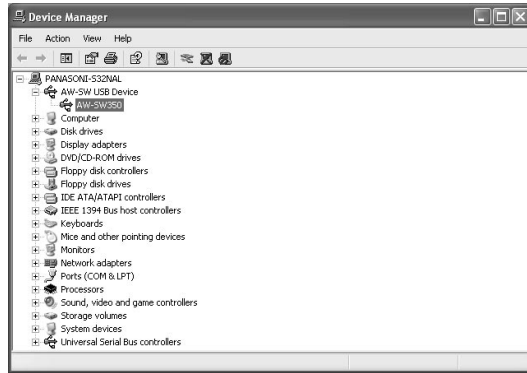

Fig.5 Ecran du gestionnaire de périphérique
- 6** Pour savoir si l'installation du pilote de périphérique s'est effectuée correctement, il est recommandé d'ouvrir le gestionnaire de périphérique comme indiqué à la Fig.5 et de vérifier si "AW-SW USB Device:AW-SW350" apparaît.